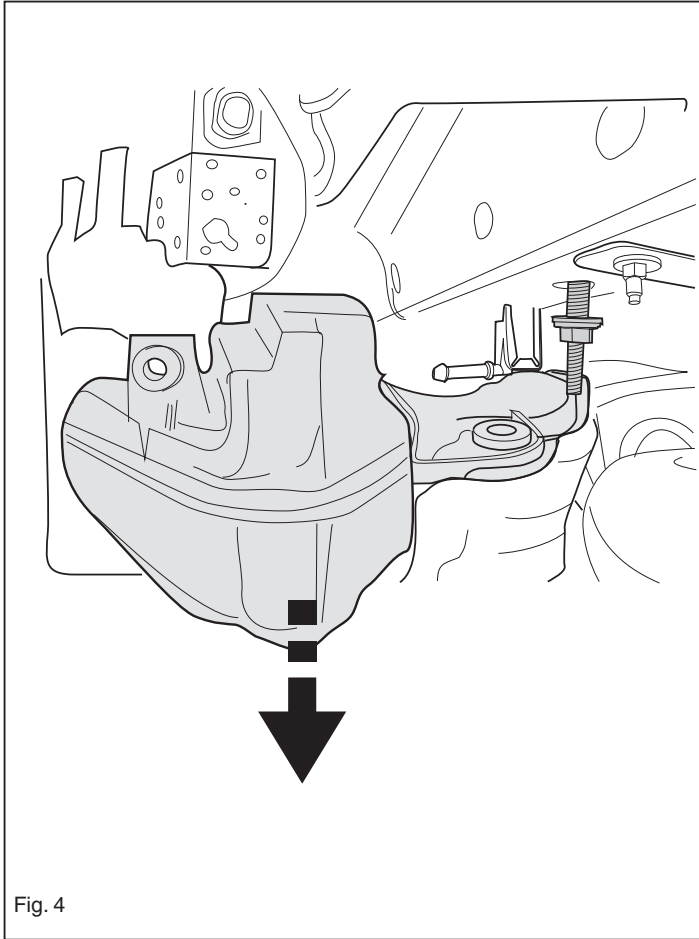

Fig. 4
**Внимание, если имеются:** Опустить AD-Blue баке. (см. рис. 4)